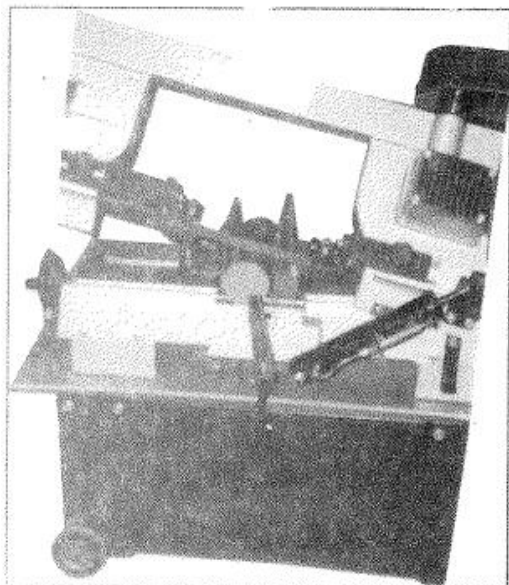

Рис. 1
3. Надвинуть колёса на оси и заблокировать колышками. Загнуть колышки, чтобы они не выпали (Рис. 1.)